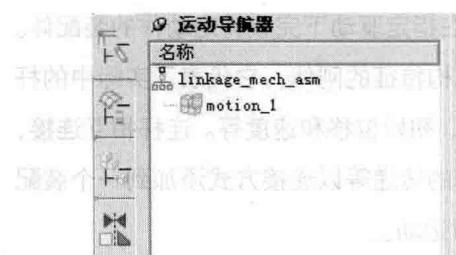
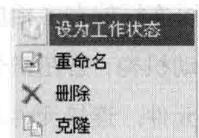

图 1.2.3 运动导航器
图 1.2.4 快捷菜单
**步骤 03** 激活仿真数据。在图 1.2.3 所示的运动导航器窗口右击 **motion\_1**，在图 1.2.4 所示的快捷菜单中选择 **设为工作状态** 命令。